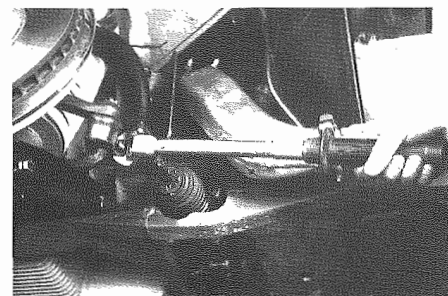

Fig. 22 - Bloccare il dado
- Bloccare il dado con la chiave dinamometrica (**Fig. 22**).
- Lock nut with torque wrench (**Fig. 22**).